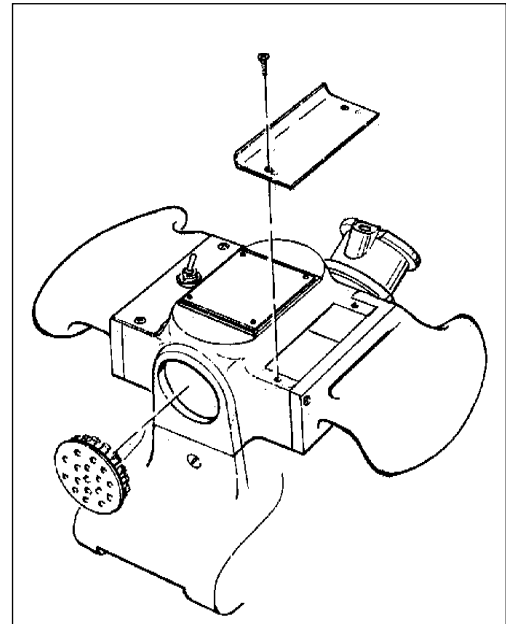
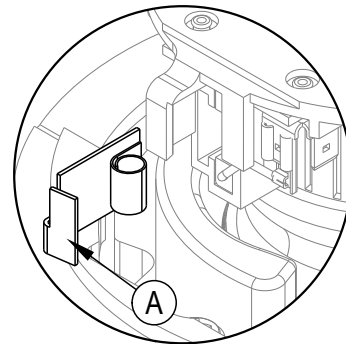

Figure 7
Figure 8
Examiner les quatre balais tous les 6 mois ou toutes les 250 heures. L'accès aux balais s'effectue par les bouchons d'aération avant et arrière du moteur (Figure 7). Appuyer sur la patte (A) située sur l'attache à ressort, tourner puis déposer (Figure 8). Utiliser une pince à bec effilé pour débrancher le fil de dérivation. Si l'un des balais est usé sur une longueur d'un centimètre ou moins, remplacer tout le jeu..